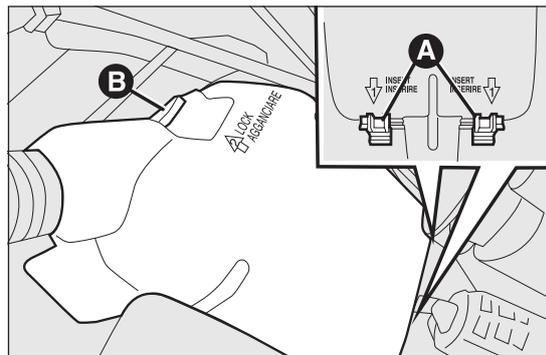

fig. 170
- inserire i due agganci A fig. 170 nelle relative sedi ubicate sulla scatola fusibili;